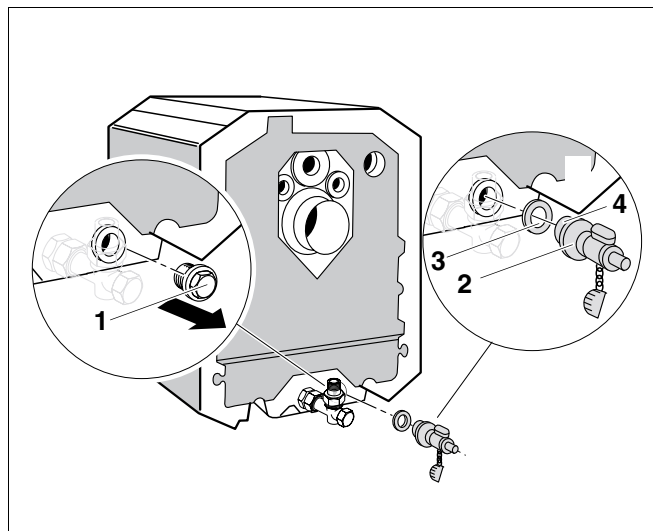

Fig. 20 Indepartarea dopurilor oarbe
- Indepartarea dopurilor oarbe R1 (fig. 20, **poz. 1**) de la cazanul de incalzire.
- Impingerea (fig. 20, **poz. 3**) garniturii de etansare pe (fig. 20, **poz. 4**) filetul robinetului de umplere si golire.
- Montarea robinetului de umplere si golire (fig. 20, **poz. 2**) la cazanul de incalzire.